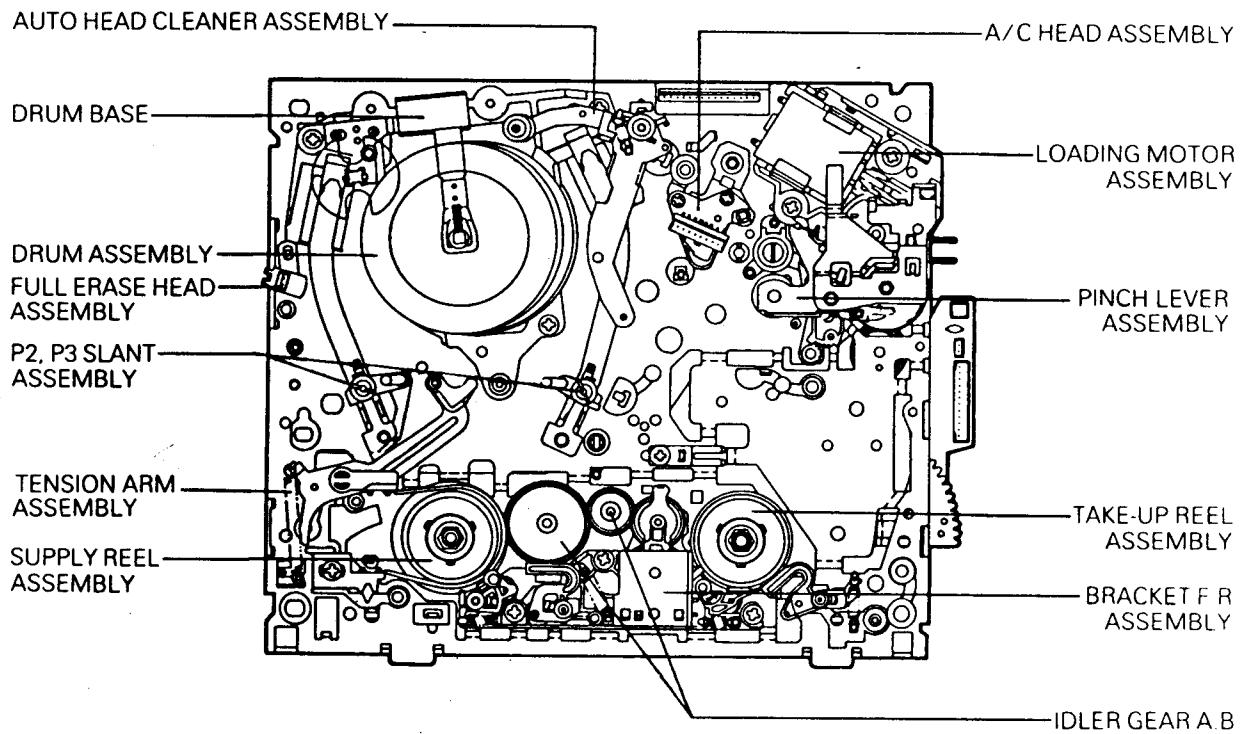

**Fig. A-9-2 Spring R**
**9-7. Spring R(Fig. A-9-2)**
**9-9. Spring L (Fig. A-9-2)**